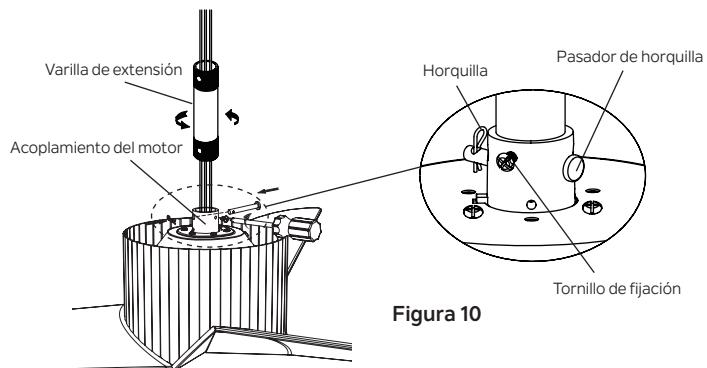

Figura 10
**Paso 4.** Pase con cuidado los cables del ventilador y el cable de seguridad hacia arriba a través de la varilla de extensión. Enrosque la varilla de extensión en el acoplamiento del motor hasta que los orificios del pasador de horquilla estén alineados. A continuación, vuelva a colocar el pasador de horquilla y la horquilla, luego apriete ambos tornillos de fijación. (Figura 10)